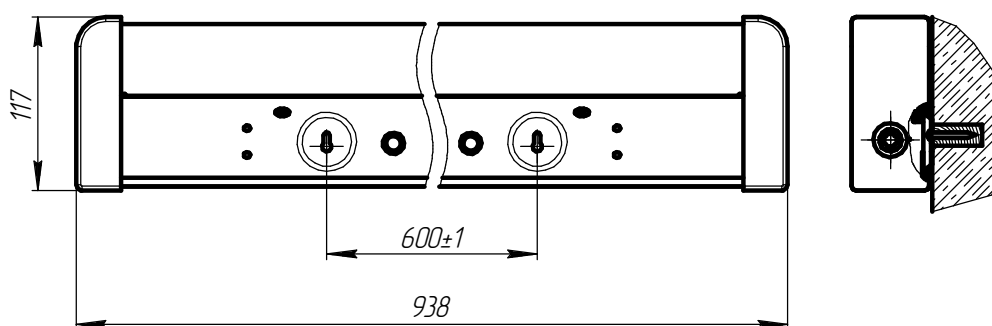

Рис. 3 Способ монтажа облучателя
6.1.6 Закрепить облучатель на стене на высоте не менее 2 метра, используя предусмотренные для этого 2 отверстия в корпусе (см. рис.3).